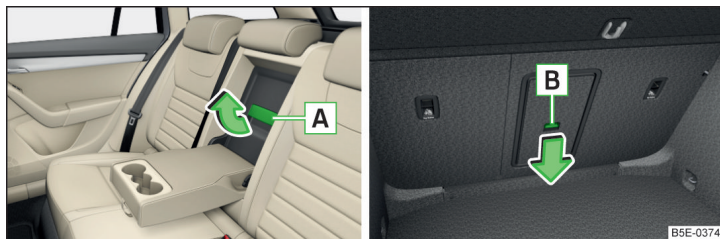

Fig. 76 Tirador de tapa / tecla de desbloqueo
- Tire del asidero [A] » fig. 76 en el sentido de la flecha y abata la tapa.
- Empuje la tecla de desbloqueo [B] » fig. 76 en el sentido de la flecha y abata la tapa con el apoyabrazos hacia delante.
Preste atención a que el apoyabrazos esté siempre enclavado después de cerrar. Se puede reconocer, porque ya no se verá la zona roja encima de la tecla de desbloqueo [B] » fig. 76 desde el maletero.